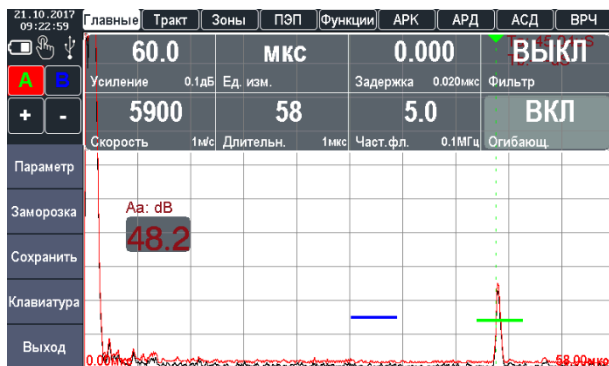

Рисунок 2.52 – Включение режима огибающей
4. Включить режим огибающей и найти максимальную амплитуду от отражателя (рис. 2.52).